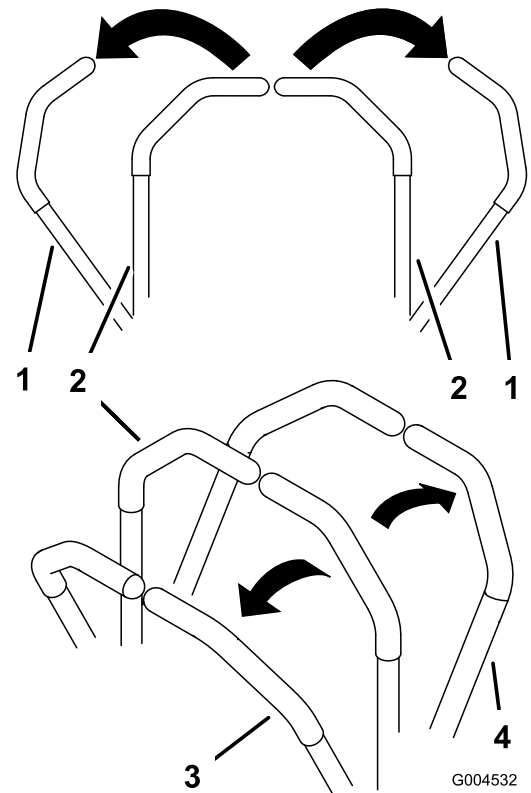

Bild 16
- Schieben Sie für das Vorwärtsfahren die Fahrtriebsschalter langsam vorwärts (Bild 16).
Wenden Sie zum Geradeausfahren auf beide Fahrtriebshebel denselben Druck an (Bild 16).
Verringern Sie zum Wenden den Druck auf den Fahrtriebshebel an der Seite, in deren Richtung Sie wenden möchten (Bild 16).